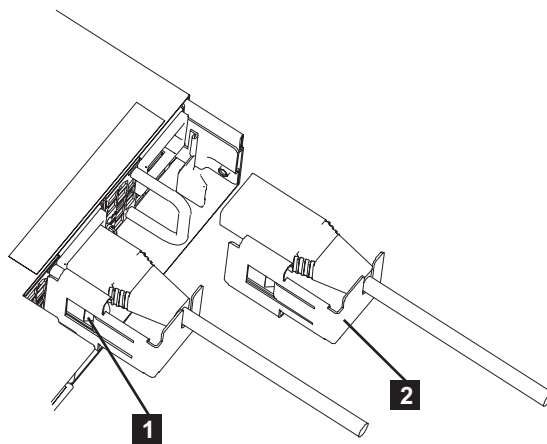

Figura 33. Suportes de Retenção de Cabos do SAN Volume Controller 2145-CG8
Os suportes de retenção de cabo são instalados sem ferramentas, conforme mostrado na Figura 33.
2. Alinhe o suporte de retenção de cabo no cabo de energia para que o suporte fique do lado esquerdo do cabo, conforme mostrado por **2** na Figura 33.
- Empurre o cabo e o suporte no lugar, conforme mostrado na Figura 33 na página 36.